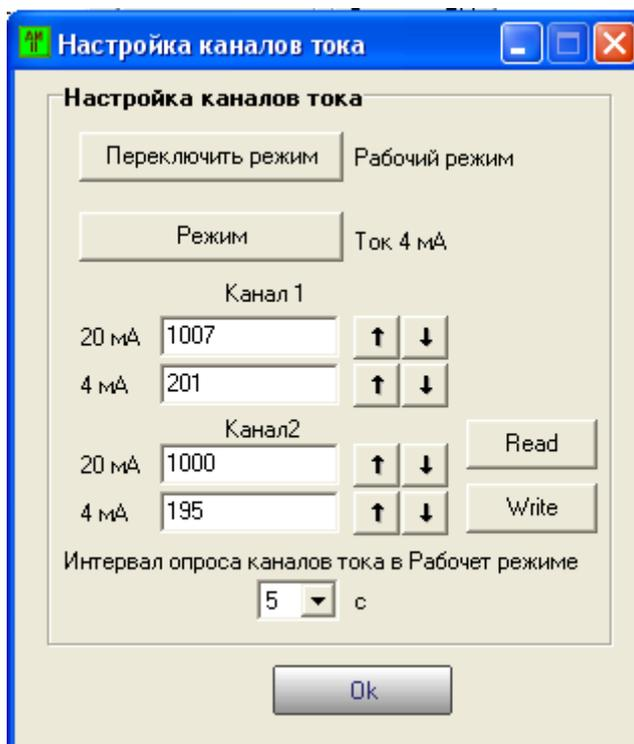

Рисунок 5. Окно настройки каналов тока.
2.2.5.11 Настройка каналов тока. Окно настройки каналов тока программы предназначено для точной настройки каналов тока (см. рис. 5). Заводскую настройку каналов тока изменять не рекомендуется. Интервал опроса каналов тока может быть задан в диапазоне от 5-и до 30-и секунд с интервалом через 5 секунд.